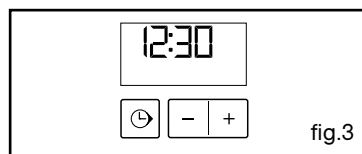

fig.3
- l'indicateur de durée de cuisson et 0:00 clignotent (fig.3),
Après avoir réglé la luminosité de votre choix, attendez quelques secondes et remettez votre programmeur à l'heure du jour (fig.3).